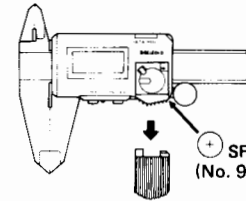

Fig. 4
**3. Remplacement des piles (Fig. 4)**